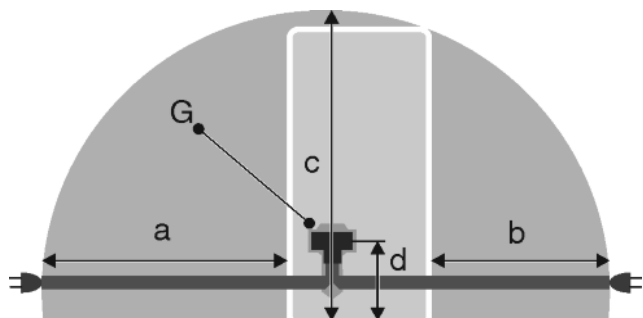

Fig. 48
- Steckdose liegt außerhalb des Geräterückseitenbereichs im gegebenen Bereich Fig. 48 (a, b, c).
- ▶ Gerätestecker Fig. 48 (G) auf der Rückseite des Gerätes einstecken. Auf richtiges Einrasten achten.